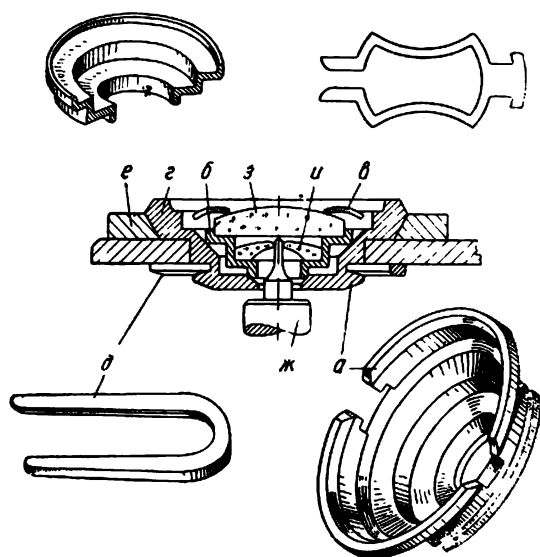

Рис. 192. Амортизатор с коническими направляющими:
На рис. 192 и 193 показан амортизатор, применяемый в наручных часах отечественного производства и его детали.
5. Поднявшаяся вверх эластичная пружинка нажимает на накладной камень з и одновременно на шатон б (рис. 192).